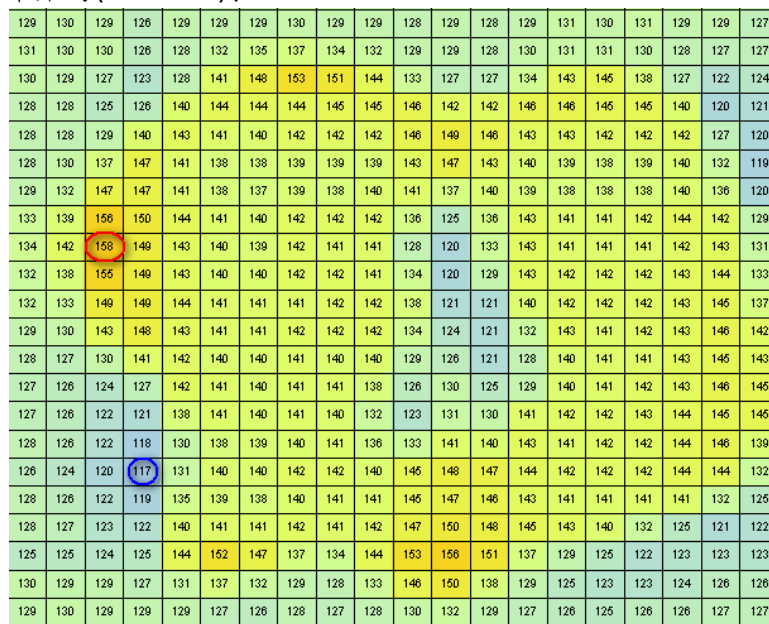
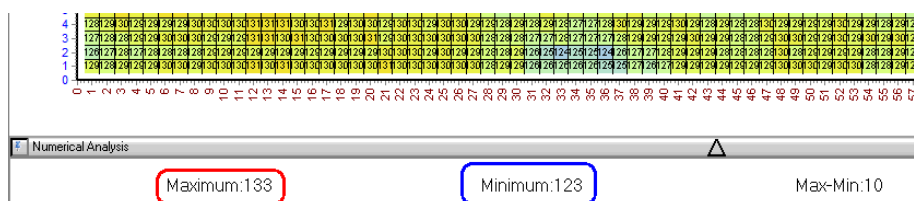

Figure 5-47: 掌壓範例電容值分佈示意圖
Figure 5-48: 未按壓觸控屏電容值分佈範例示意圖
- ◆ 圖 Figure 5-47 示意掌壓電容值分佈，受影響電容值最大為 158(紅色圈選)。圖 Figure 5-48 示意未按壓觸控屏能量分佈，可得整面最大值为 133(紅色框選)。正能量門檻值即可計算為 $(158+133)/2 = 146$ 。